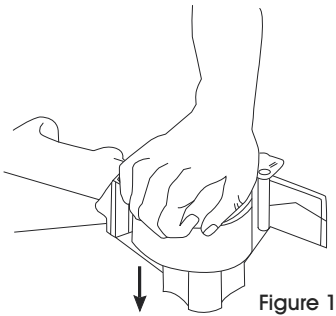

Figure 1
1. Place dispenser on flat surface. Push tape roll fully onto tape wheel. Be sure tape unwinds with sticky side down. (See Figure 1)
1. Déposez le dévidoir sur une surface plane. Installez le rouleau de ruban adhésif sur la roue du ruban en poussant celui-ci vers le bas. Assurez-vous que le côté adhésif du ruban est orienté vers le bas en déroulant. (Voir Figure 1)